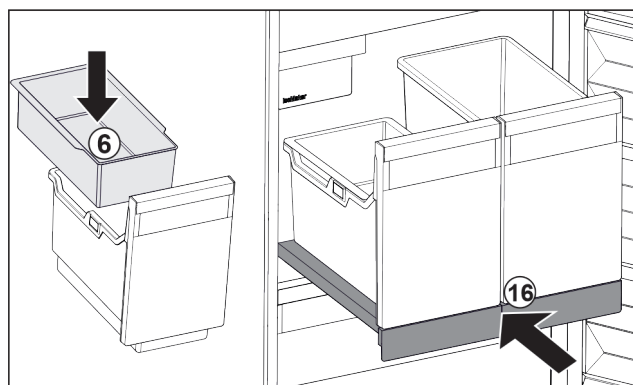

Fig. 58
- ▶ Vsaďte závěsnou misku Fig. 58 (6) pro kostky ledu.
- ▶ Zasuňte vysouvací přihrádku s nádobou (IceTower). Fig. 58 (16)